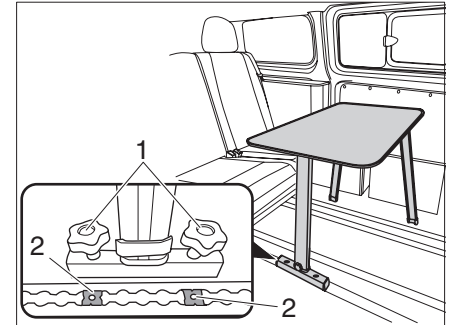

Bild 50 Ställa upp bordet inomhus
- Placera bordsfoten över spårmuttrarna (Bild 50/2).
- Skruva i de två vippskruvarna (Bild 50/1) i spårmuttrarna (Bild 50/1).